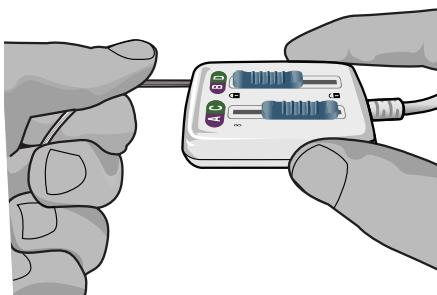

Figura 6: Fixar o Eletrodo DBS no conector do Cabo cirúrgico 2 x 8
6. Empurre a extremidade do Eletrodo DBS para a porta, até ela parar. Mantenha o Eletrodo DBS no lugar enquanto desliza a alavancinha de bloqueio para a posição bloqueada () (Figura 6).